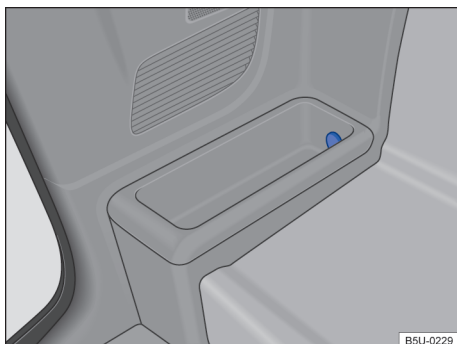

Fig. 105 En el lateral del compartimento interior de equipaje: toma de 12 V.
- En el portaobjetos del lado derecho del compartimento interior de equipaje → **fig. 105** (dependiendo de la versión del vehículo, puede no estar disponible).